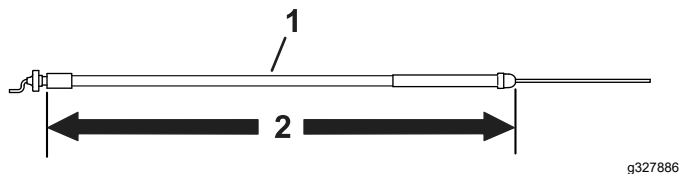

Figura 9
- Utilize o cabo do acelerador que tenha 158,3 cm de comprimento para todos os modelos, mas não para uma unidade de tração modelo 04035, 04037, 04056 ou 04060; consulte a Figura 9.